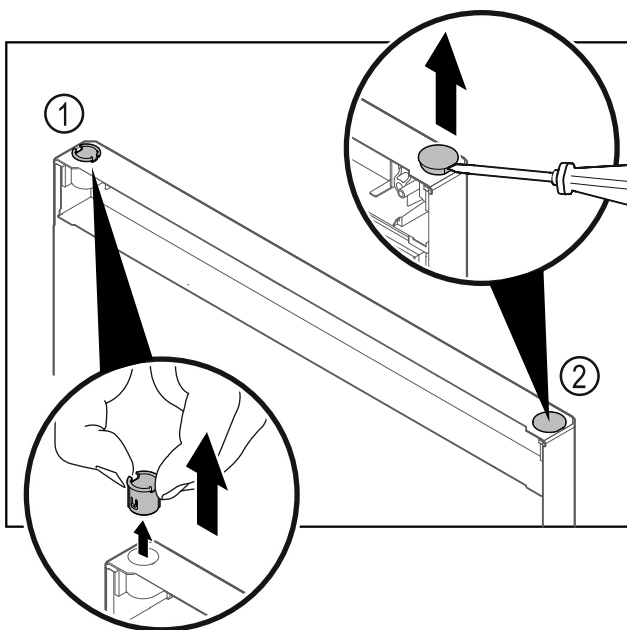

Fig. 29
- Estrarre la boccia cerniera Fig. 29 (1) con le dita.
- Con un cacciavite a testa a intaglio sollevare con cautela il tappo Fig. 29 (2) ed estrarlo.